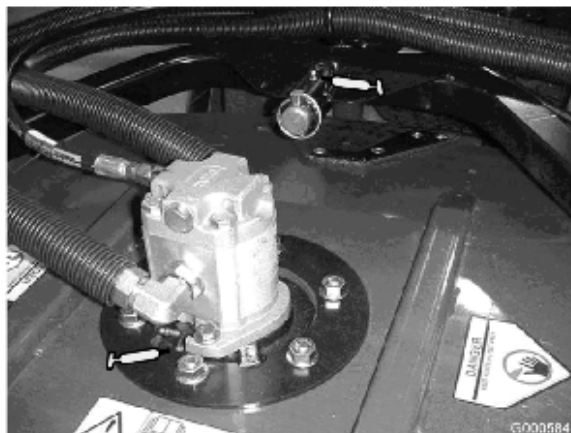

図 25
- ・ カuttingユニットのスピンドル・シャフトのベアリング (各Cuttingユニットに1ヶ所) (図 25)
- ・ カuttingユニットのキャリアームのブッシュ (各Cuttingユニットに1ヶ所) (図 25)